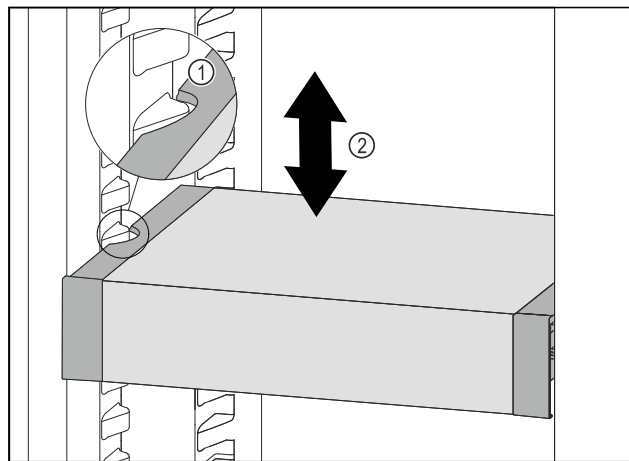

Fig. 123
- ▶ Táhněte VarioSafe dopředu, dokud nebudou boční vybrání VarioSafe na úrovni žebrování na nádoby v chladničce. Fig. 123 (1)
- ▶ Posouvejte VarioSafe v chladničce nahoru nebo dolů, dokud nedosáhnete požadované výšky. Fig. 123 (2)